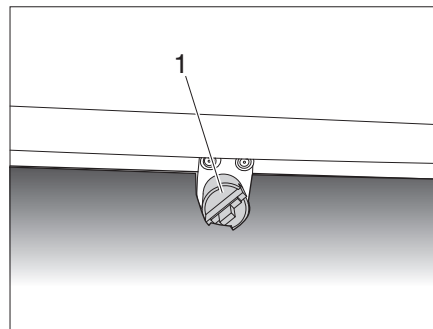
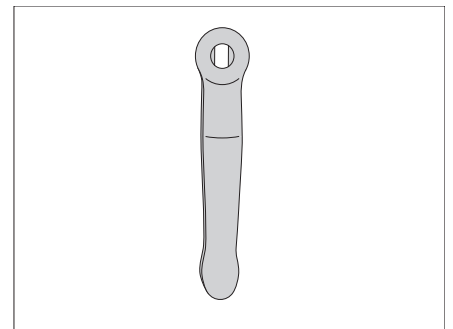
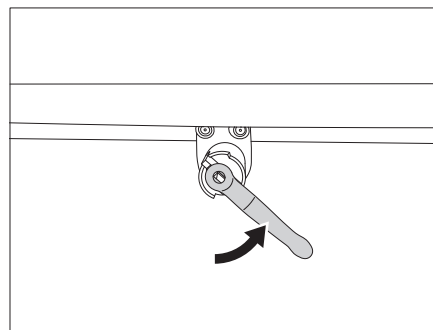

Bild 69 Ablauf Abwassertank
Bild 70 Tankschlüssel
Bild 71 Abwasserhahn öffnen
- Tankschlüssel (Bild 70) auf die Ablasseinrichtung (Bild 69,1) stecken.
- Zum Öffnen des Abwasserhahns den Tankschlüssel (Bild 70) eine Vierteldrehung gegen den Uhrzeigersinn drehen (Bild 71).
- Zum Schließen des Abwasserhahns den Tankschlüssel (Bild 70) im Uhrzeigersinn bis zum Anschlag zurückdrehen.
- Sicherstellen, dass die Ablassöffnung im Inneren des Frischwassertanks (Bild 67), der Abwasserhahn (Bild 69,1) und das Sicherheitsventil des Warmwasserboilers geschlossen sind.